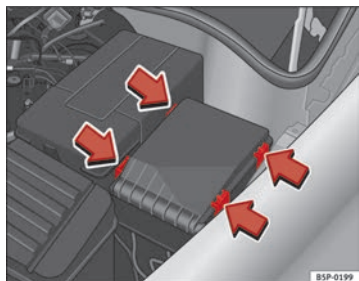

Fig. 186 Dans le compartiment moteur : cache du boîtier de fusibles.
- Appuyez sur les languettes de verrouillage dans le sens indiqué par les flèches pour déverrouiller le cache de la boîte à fusibles → fig. 186.